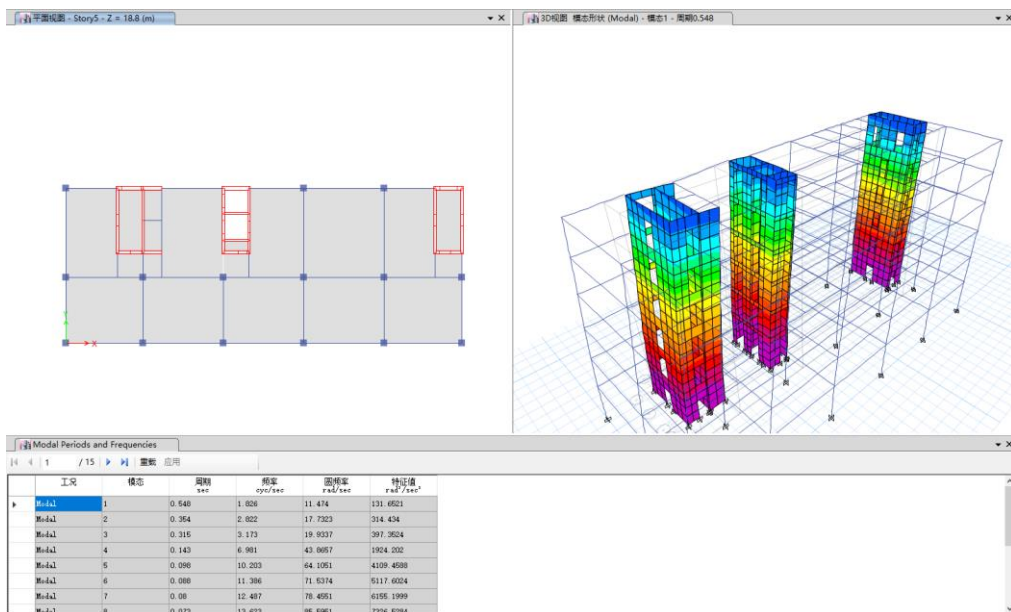

图 7-3 周期和频率表格
6. 在**模型浏览器**中依次打开**表>分析>结果>模态结果**，双击 **Modal Periods and Frequencies**，则在主窗口下方出现 **Modal Periods and Frequencies** 表格。如图 7-3 所示：